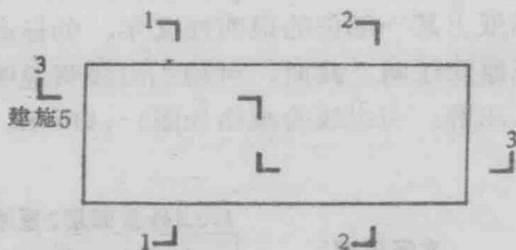

图1-12
(2) 剖切线：采用粗实线绘制。图纸上的剖切线表示剖面的剖切位置和剖视方向。根据剖视方向，剖切线的编号注写在剖切线的一侧，如图1-12所示。图中，2-2剖切线就表示人站在图右面向左方向（注“2”的方向）看图。
国家标准还规定，剖面编号采用阿拉伯数字，按顺序连续编排。此外，转折剖切线的转折次数一般以一次为限，如图1-12中的3-3剖切线所示。当被剖切的图面与剖面图不在同一张图纸上时，在剖切线下要注明剖面图所在图纸的图